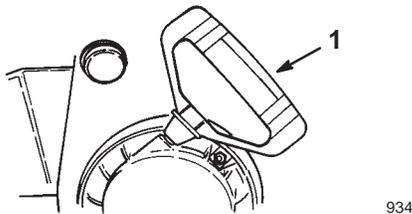

Bild 16
- **Rücklaufstarter** (Bild 16) – Der Rücklaufstarter befindet sich hinten am Motor. Ziehen Sie den Rücklaufstarter zum Anlassen des Motors.
8. Ergreifen Sie den Rücklaufstartergriff (Bild 16) und ziehen Sie ihn langsam heraus, bis ein Widerstand zu spüren ist. Ziehen Sie dann kräftig durch, um den Motor zu starten.